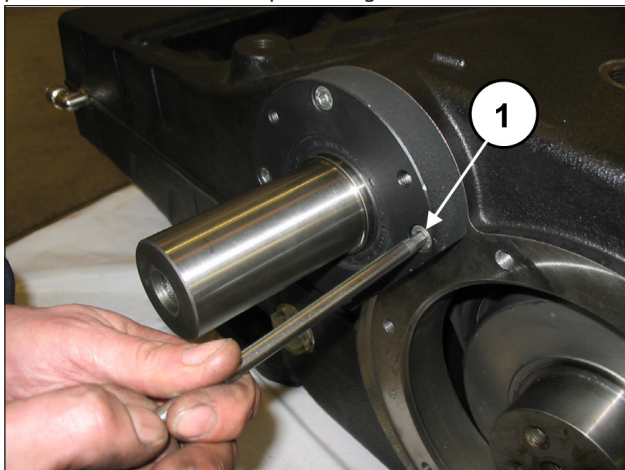
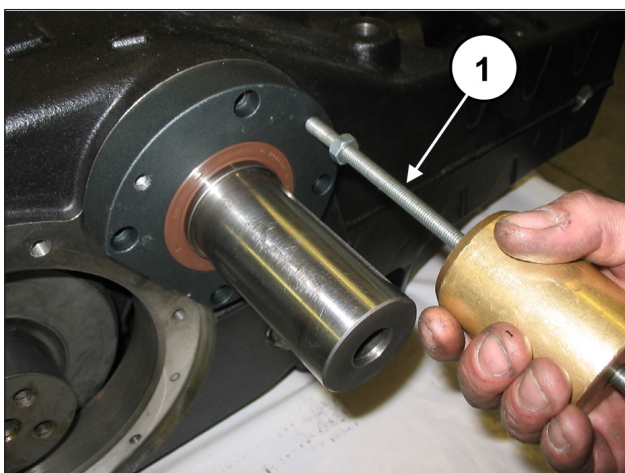

Fig. 27
Fig. 28
Aflojar los tornillos de fijación de la tapa del cojinete PTO derecho e izquierdo (pos. ①, Fig. 27) y extraer las dos tapas del eje PTO. Para facilitar el desmontaje, utilizar 3 tornillos prisioneros o tornillos M8 (pos. ①, Fig. 28) como extractores.